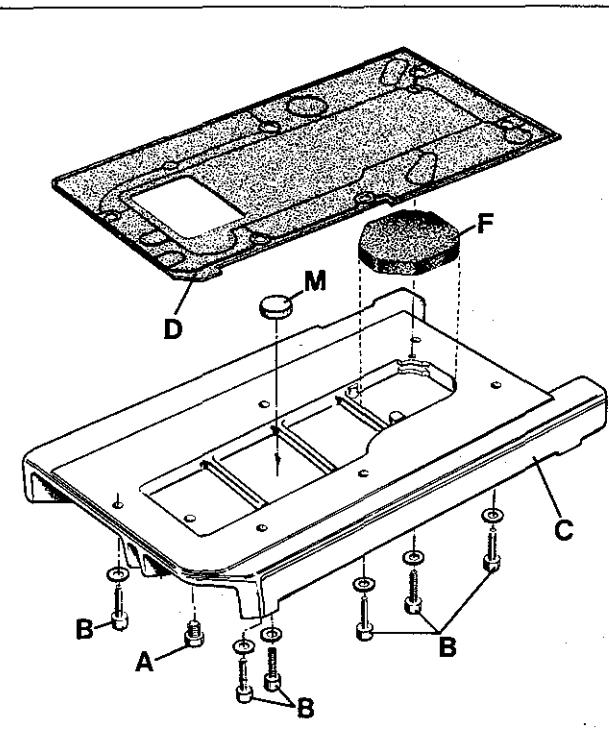

Fig.12
1. Drain the oil at plug screw (A, Fig. 12) in the bottom cover of the machine.
2. Unscrew the six screws (B, Fig. 12) for the bottom cover (C) and remove bottom cover and gasket (D).
3. Remove the magnet (M, Fig. 12), which accumulates metallic foreign materials, from the second oil sump chamber from the left in the bottom cover and clean it.
4. Remove the filter (F, Fig. 12) from the right oil sump chamber in the bottom cover and clean it in petroleum, or replace it by a new one (part No. 999-254 J).
6. Insert plug screw (A, Fig. 12) in the bottom cover, place the magnet (M) in the second from the left and the filter (F) in the right oil sump chamber.
7. Remount bottom cover with gasket. Make sure that the surfaces on machine bed and bottom cover for the gasket are absolutely clean! Torque the six screws (B, Fig. 12) carefully to 22,6 - 23,1 Nm (200 - 205 in.lbs.).
6. Drehen Sie die Verschlußschraube (A, Fig. 12) in die Grundplatte, legen Sie den Magneten (M) in die zweite von links und den Filter (F) in die rechte Ölsumpfkammer.
7. Montieren Sie die Grundplatte mit Dichtung wieder. Beachten Sie, daß die Auflageflächen für die Dichtung, am Gehäuse und an der Grundplatte, absolut sauber sein müssen! Ziehen Sie die sechs Befestigungsschrauben (B, Fig. 12) mit einem Drehmoment von 22,6 bis 23,1 Nm sorgfältig an.